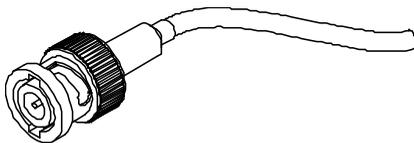

Рис. L-5 Разъем BNC для ВТ-преобразователя
- Третий тип: разъем BNC (см. Рис. L-5 на стр. 188), используемый в некоторых однокатушечных ВТ-преобразователях.